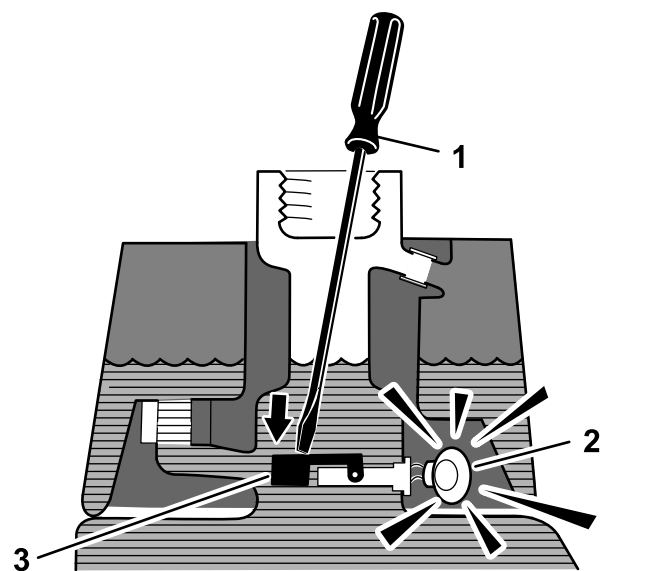

Рисунок 43
3. Вставьте чистый стержень или отвертку в горловину бака и слегка нажмите на поплавок переключатель (Рисунок 43). После секундной задержки должен прозвучать предупреждающий звуковой сигнал.